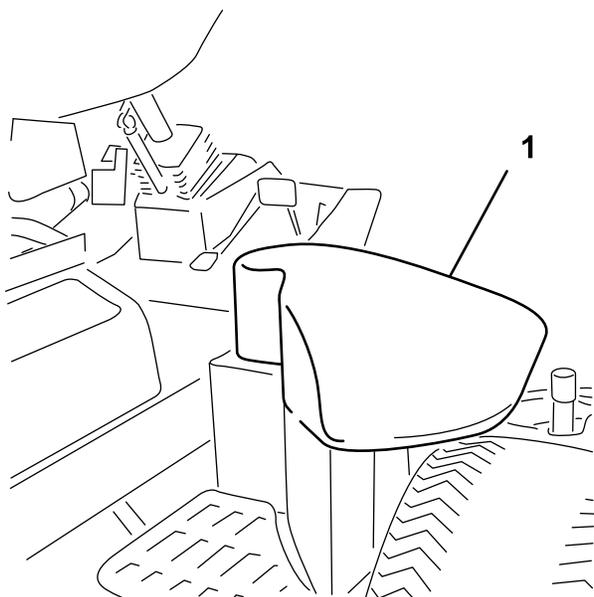

Bild 37
2. Heben Sie rechts an der Maschine die Abdeckung des Hydraulikbehälters an (Bild 37).